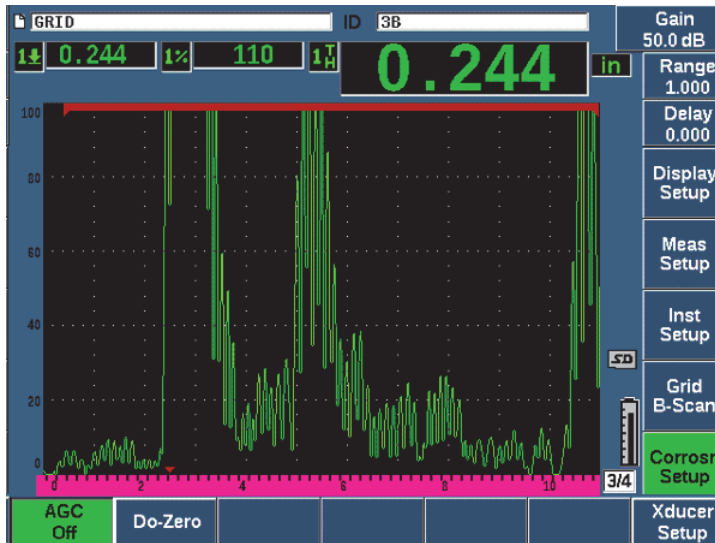

Figure 11-40 Module de contrôle de la corrosion : paramètre AGC désactivé
2. À l'aide de la molette de réglage ou des flèches, réglez le paramètre **AGC** à **Off** (Activé) [voir la Figure 11-40 à la page 308].
3. Appuyez sur **dB**, et puis sur une touche de paramètre (P1–P7) pour régler une étendue de gain, et puis servez-vous de la molette ou des flèches pour régler la valeur du gain (voir la Figure 11-40 à la page 308).